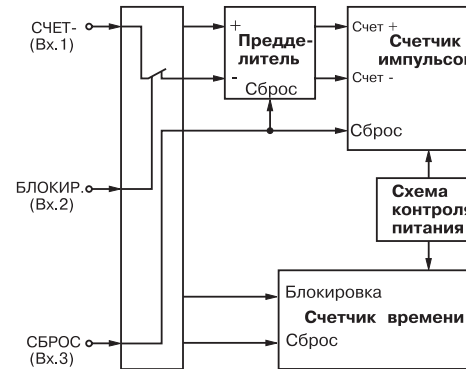

Рис. 10. Обратный счет импульсов с возможностью блокировки и сброса по отдельным входам
3.1.7.2. **Обратный счет импульсов с возможностью блокировки и сброса по отдельным входам** задается при значениях $inP=1$ (рис. 10).